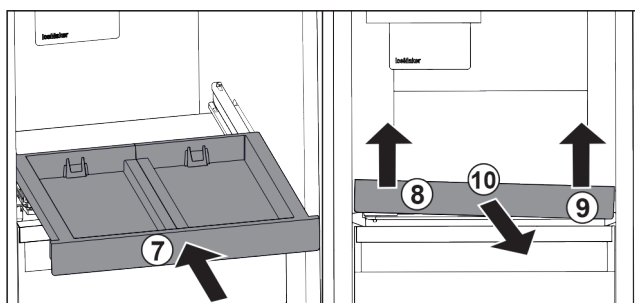

Fig. 119
- Auszugsbord einschieben. Fig. 119 (7)
- Auszugsbord vorne links anheben. Fig. 119 (8)
- Auszugsbord vorne rechts anheben. Fig. 119 (9)
- Auszugsbord nach vorne entnehmen. Fig. 119 (10)